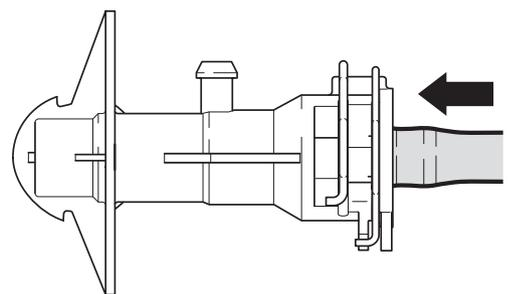

Figura 7: Con la linea idraulica inserito e le clip chiuse, il foro di sfiato è chiuso
8. Spingere la linea idraulica fino all'arresto nell'attacco (figura 7)